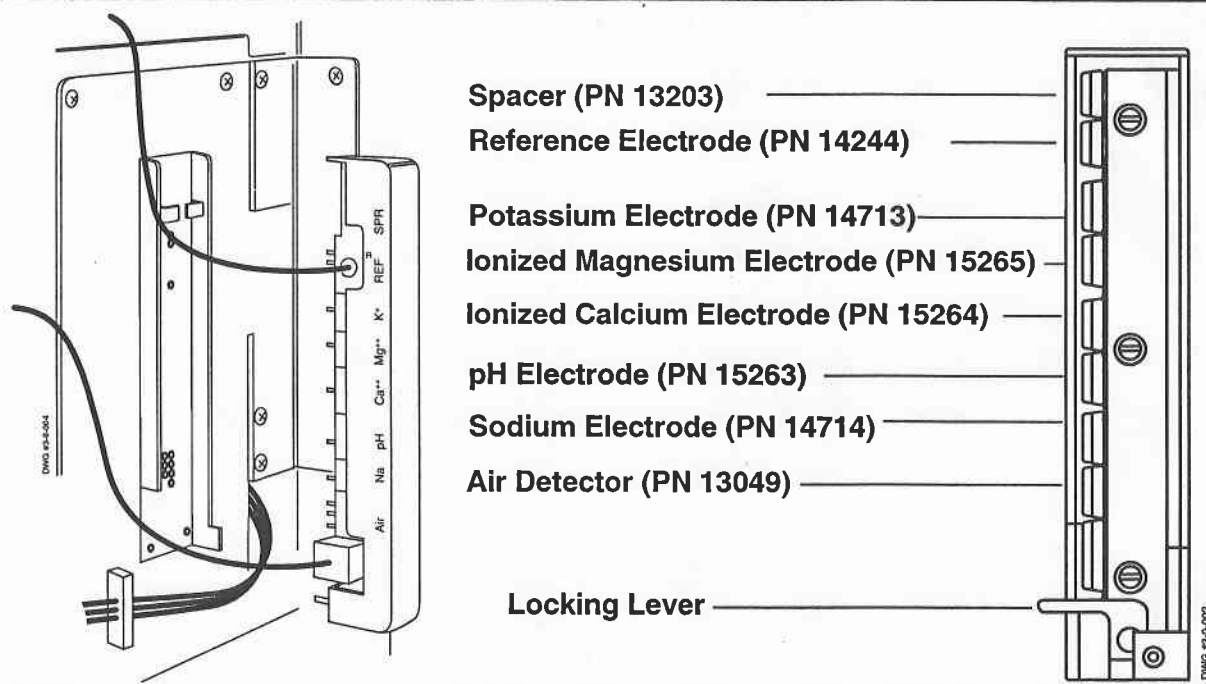

Figure 4-5. Electrode Carrier with Installed Electrodes - Nova 8
8. Установите новый электрод в блоке так, чтобы прокладка располагалась по направлению вверх. Электроды должны устанавливаться в определенные позиции (рис. 4-5).